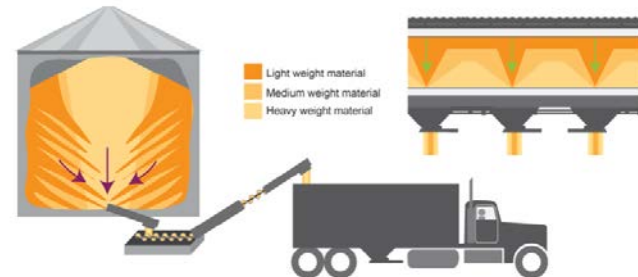

Figura 2
2. **Fluctuación heterogénea:** Proceso de movimiento de granos (al llenar un silo) (Figura 2)